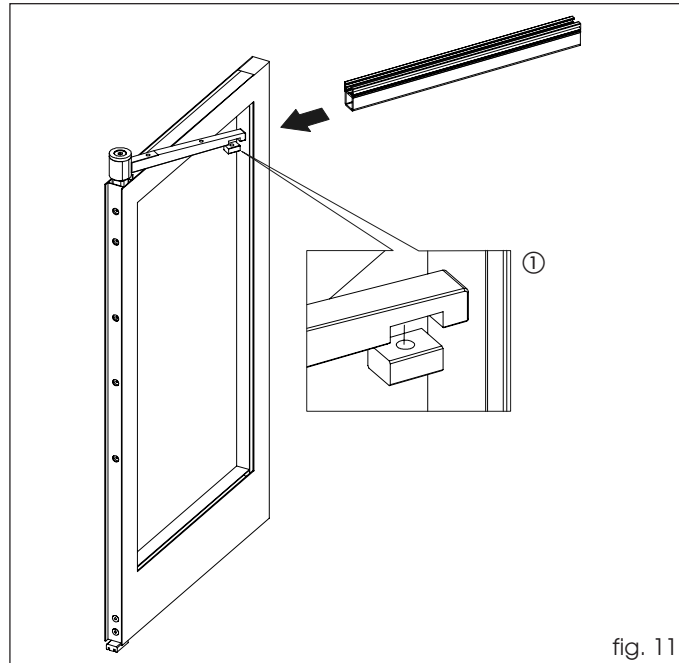

fig. 11
Positionner le bloc sous la patte supérieure (fig. 11 réf. ①) et introduire la tige d'après la figure 11 en faisant coïncider les 3 trous des goujons.